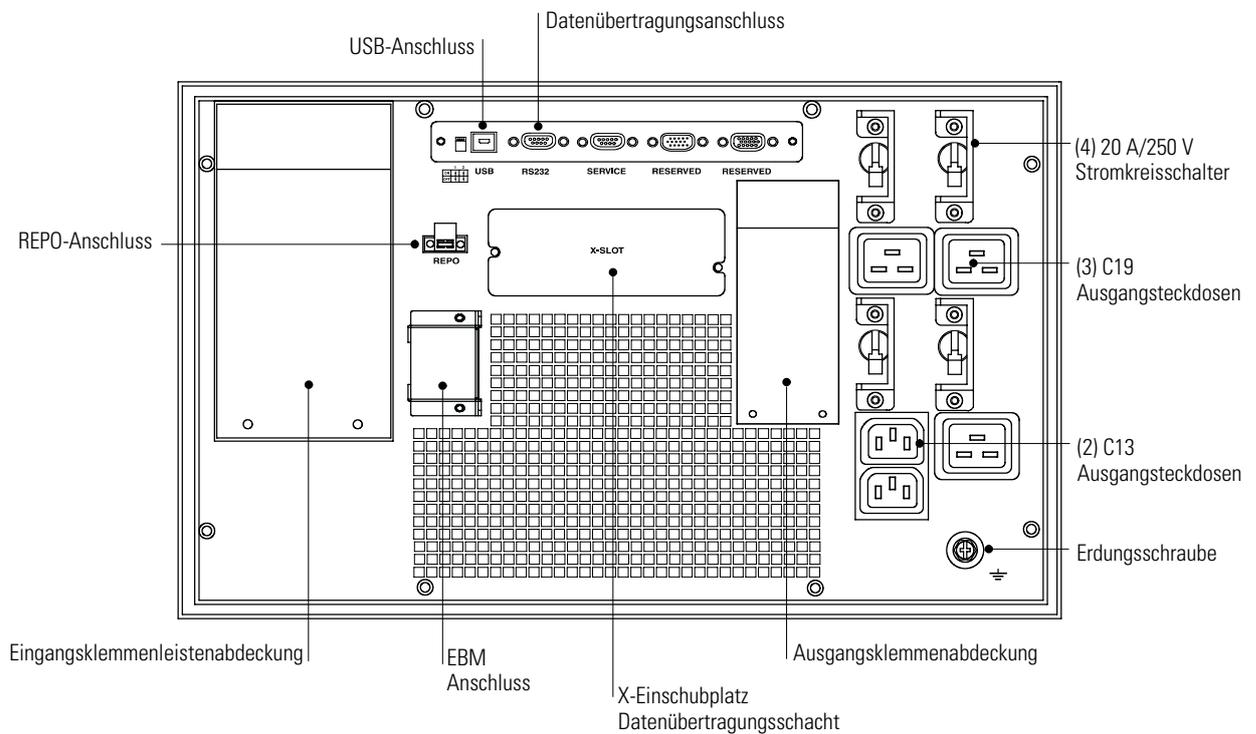

Abbildung 28. Rückwand der fest verdrahteten USV
4. Die Abdeckungen der Eingangs- und Ausgangsklemmleisten entfernen und aufbewahren (siehe Abbildung 28).
14. Wenn das Gestell über Anschlüsse zum Erden ungeerdeter Metallteile verfügt, das Erdungskabel (nicht im Lieferumfang enthalten) an der Erdungsschraube anschließen. Siehe Abbildung 28 auf Seite 27 zur Position der Erdungsschraube.
15. Die zu schützenden Geräte an die entsprechenden Ausgangssteckdosen der USV anschließen, aber nicht die geschützten Geräte einschalten (siehe Abbildung 28 auf Seite 27).